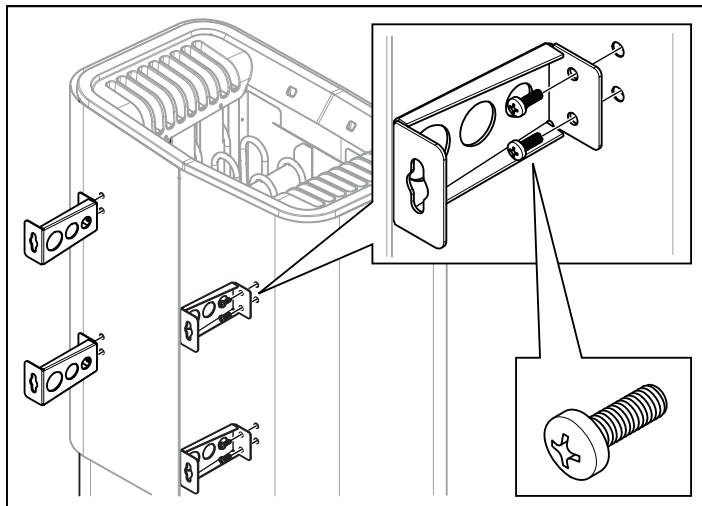

Fig 10: Montera konsolerna på aggregatet
- Lossa de två första skruvarna på aggregatets baksida och skruva fast en av de fyra konsolerna. Upprepa proceduren tills alla konsolerna sitter på plats se Fig 10.